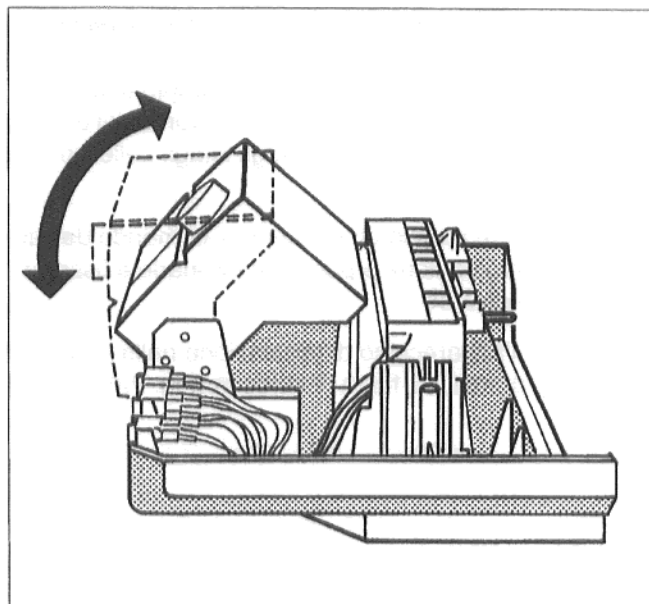

Fig. 19: posizionamento del display con il sistema di regolazione 2000.
- Solamente con il sistema di regolazione 2000: posizionare il display con l'inclinazione voluta. In combinazione con un accumulatore LT è consigliabile un posizionamento verticale (Fig. 19).